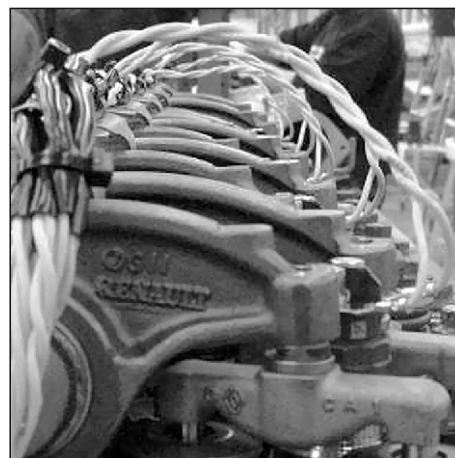

Рис. 128. Установка жгута форсунок в головке блока цилиндров.
5. Навернуть гайки крепления проводов к форсункам на 2-3 нитки от руки и затянуть окончательно моментом  $M_{кр} = 1,5 \pm 0,25$  Нм. Закрепить жгут на кронштейне крепления проводов таким образом, чтобы провода от форсунок уходили в сторону противоположную прохождению оси коромысел (см. Рис. 128).